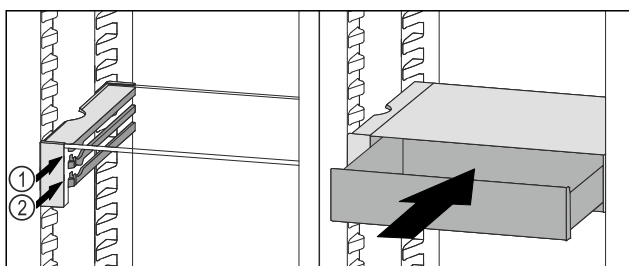

Fig. 121
- Założyć szufladę VarioSafe za stoperami na wybranych żebrowach Fig. 121 (1) lub Fig. 121 (2).